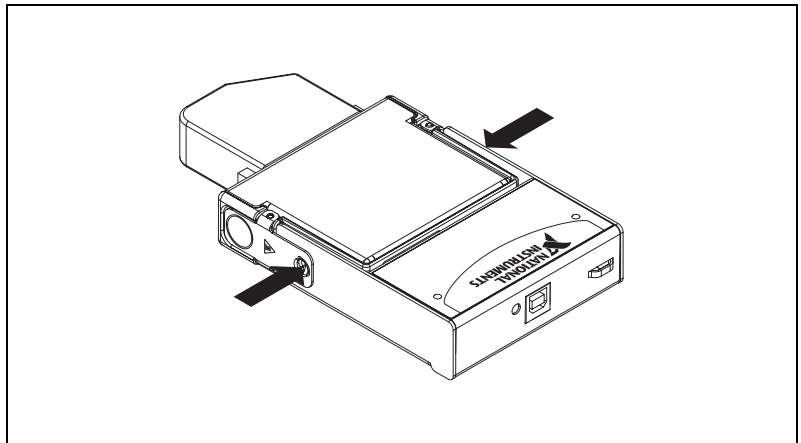

図 4 モジュールをスロットに固定する
5. 図 4 のように、モジュールがスロットにラッチで固定されるまで NI 9211 モジュールのコネクタ側部をしっかりと押します。